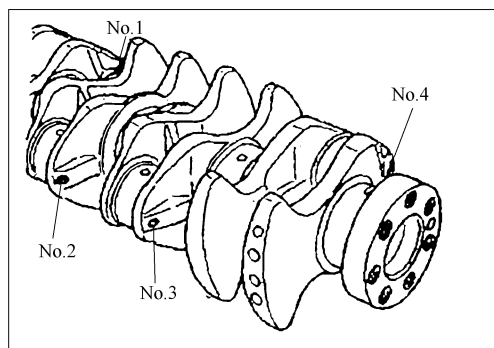

图 2-125 曲柄销颜色尺寸识别标记
(5) 安装连杆轴承 需更换轴承时，按照下述步骤选择和安装轴承。
① 测量曲柄销外径，根据表 2-11 确定其组别，作为维修件的曲轴，在图 2-125 所示位置用油漆颜色进行了尺寸区分。